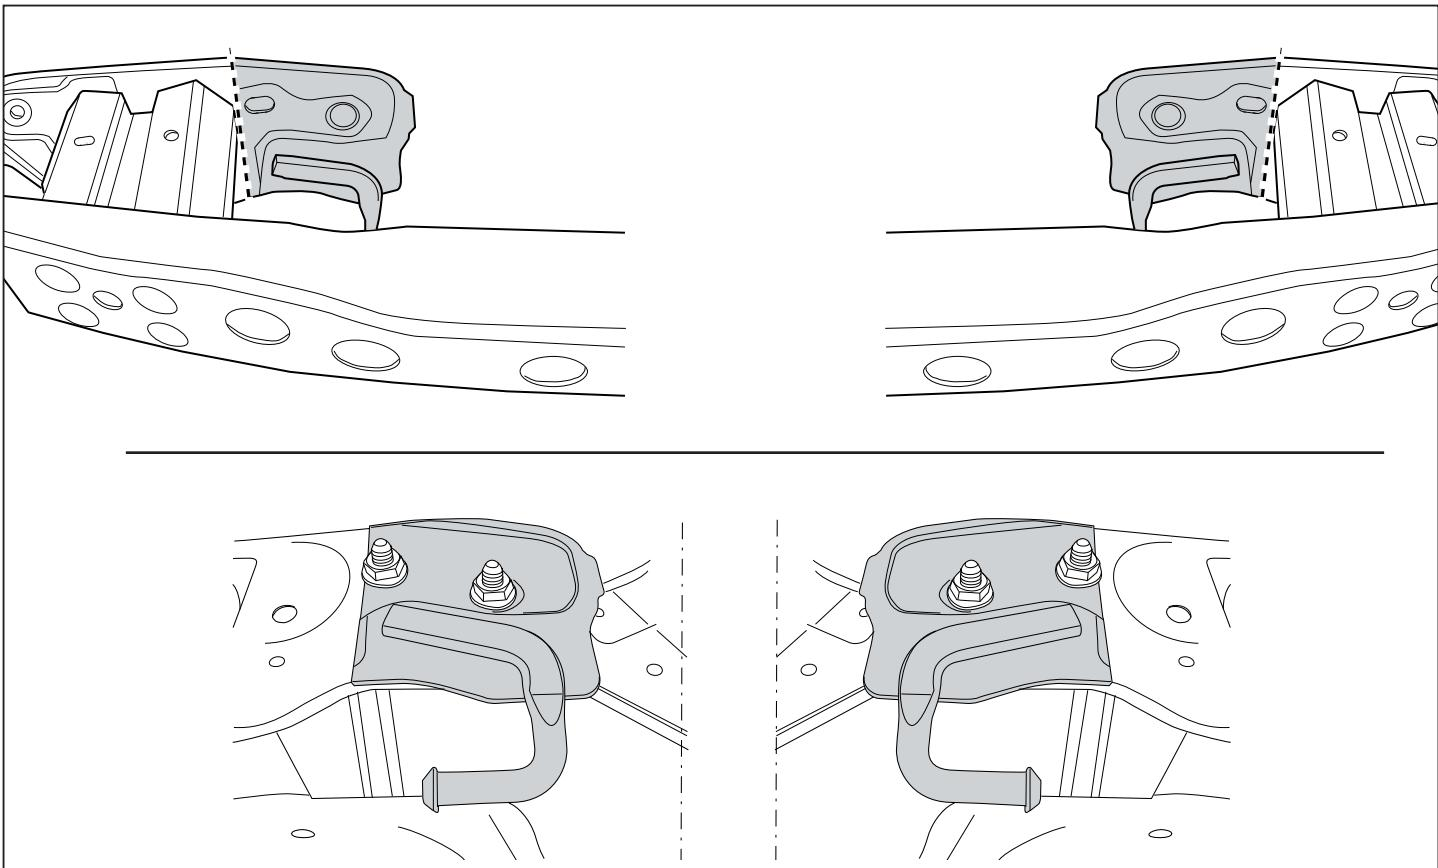

Fig.2
- Отпилить обозначенные части, как указано на рис. 2. Закрепить подвески на задней стенке.